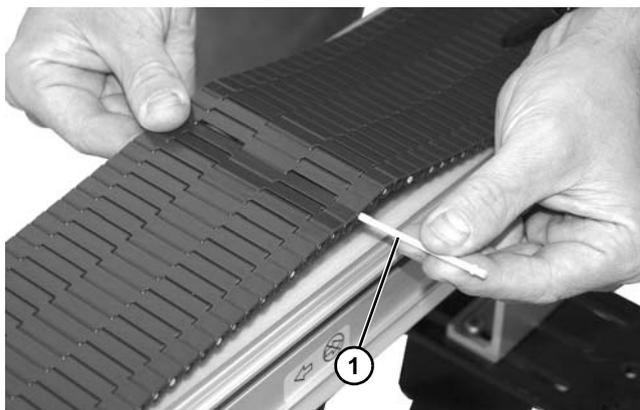

Figure 36
5. Connecter les deux parties de la bande en poussant la tige de raccordement en plastique (**Figure 36, élément 1**) dans le trou latéral de raccordement.